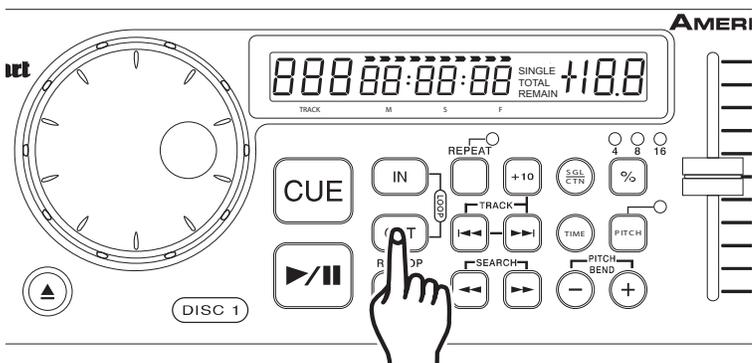

Figura 18
- 3) Presione el **BOTÓN OUT (11)** para fijar el punto de finalización del RULO (Figura 18). Los **BOTONES IN** y **OUT** permanecerán encendidos indicando que se está reproduciendo un efecto de rulo. Presione el **BOTÓN OUT (11)** nuevamente para cancelar el efecto de rulo.
- 4) Pulse el **BOTÓN RELOOP (16)** para reactivar el efecto de rulo. Pulse el **BOTÓN OUT (11)** para desactivar el efecto de rulo.